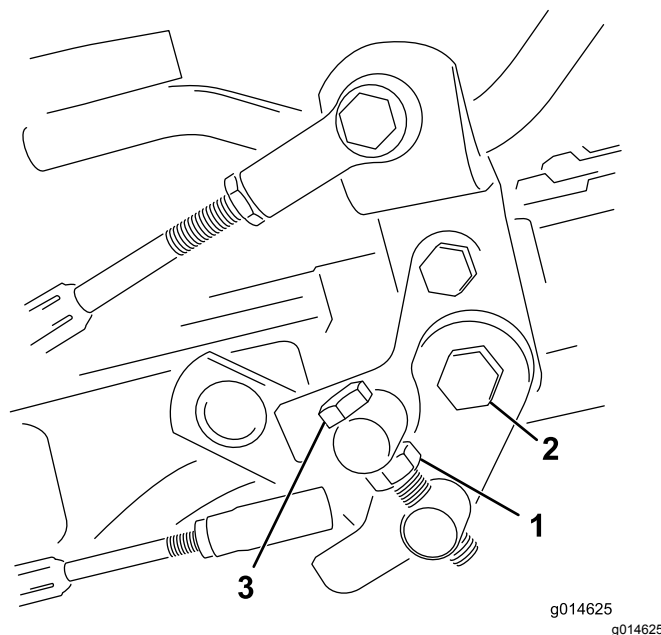

Figura 34
1. Afloje la contratuerca del tornillo de caperuza del muñón (Figura 34).
4. Apriete la contratuerca del perno del muñón y la tuerca de la articulación del pedal para bloquear el ajuste (Figura 34). Compruebe el funcionamiento, y vuelva a ajustar si es necesario.